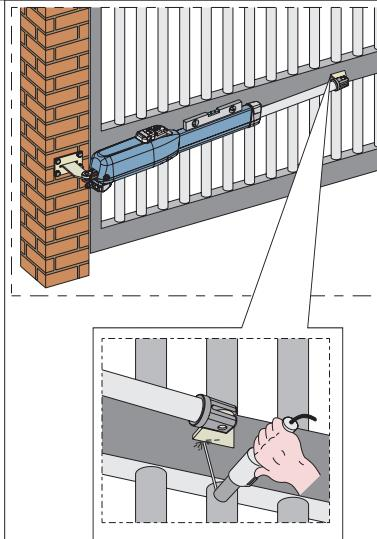

Abb. 12
- 9) Den Flügel schließen und dabei den Antrieb perfekt waagrecht halten und den Befestigungspunkt des vorderen Bügels bestimmen (Abb. 12).
10) Den vorderen Bügel provisorisch mit Hilfe von zwei Schweißpunkten befestigen (Abb. 12).